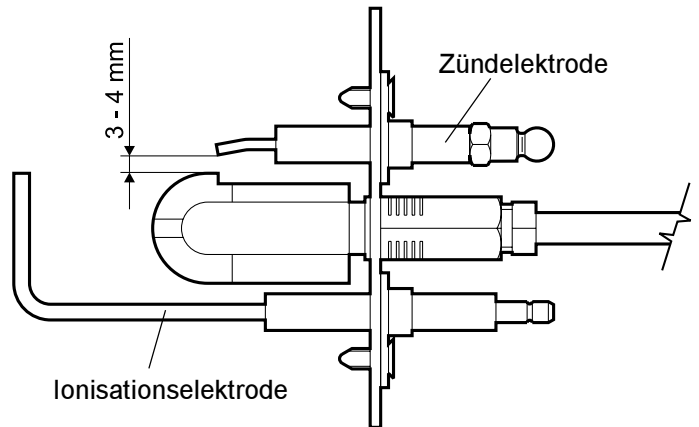

Abb. 10.3 Zündeinrichtung
- Überprüfen Sie die korrekte Position der Zündelectroden. Für ein sicheres Zünden bzw. einen störungsfreien Betrieb des Brenners ist die Zündelectrode von großer Bedeutung. Das werkseitig vorgegebene Maß ist bei Wartungsarbeiten zu prüfen (siehe Abb. 10.3).